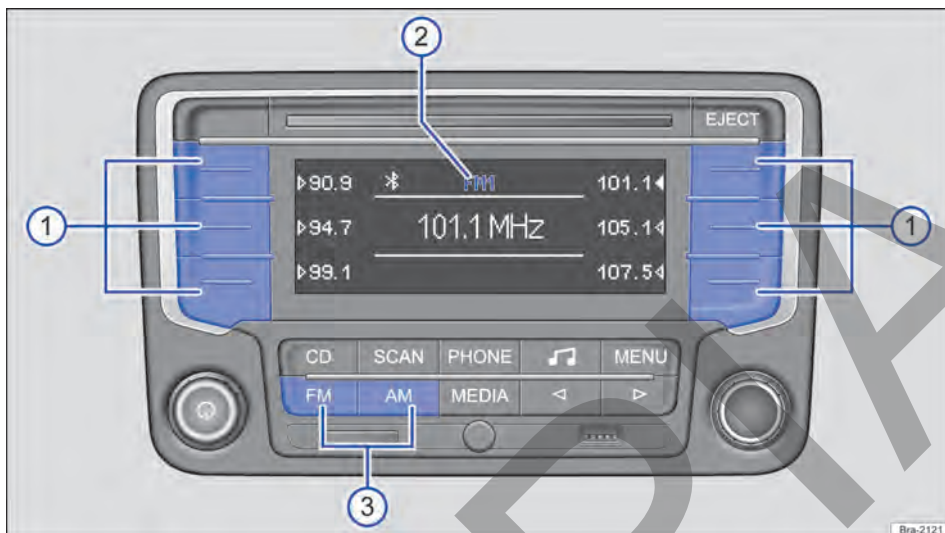

Fig. 153 Seleccione la banda de frecuencia y el nivel de memoria.
Pulse la tecla del equipo **FM** o **AM** → fig. 153 ③ hasta que se muestre el nivel de memoria deseado → fig. 153 ②.
Al cambiar los niveles de memoria, las frecuencias de las emisoras de radio memorizadas se muestran al lado de las teclas de presintonía fig. 153 ①.